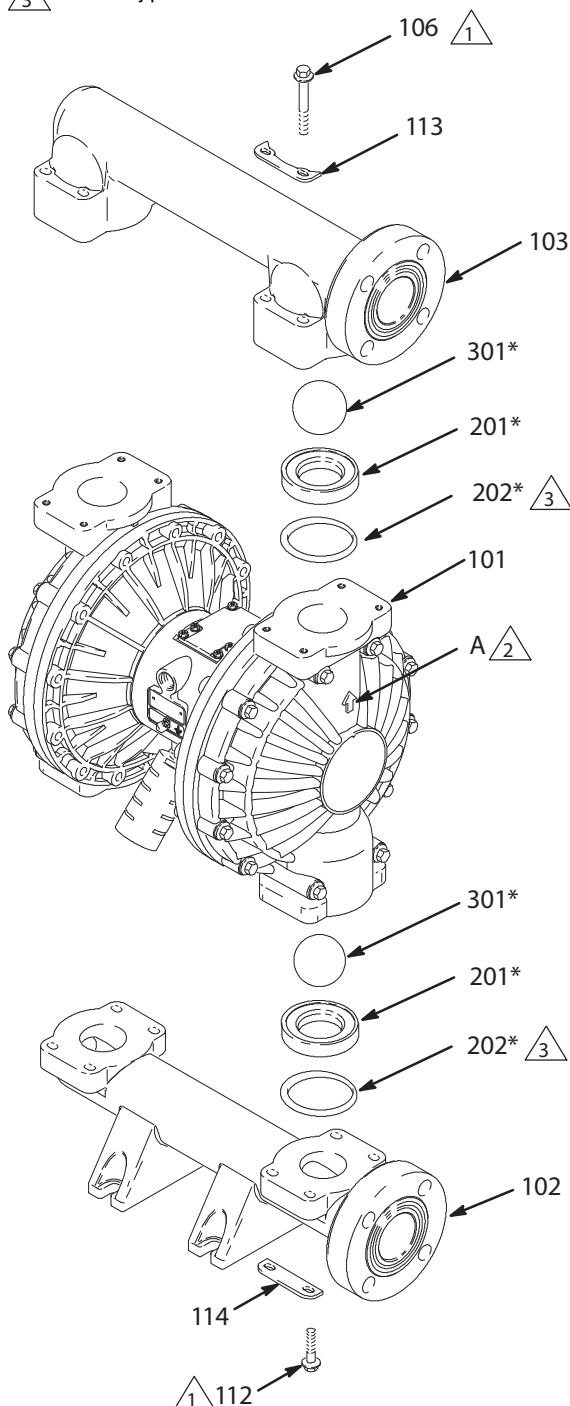

Fig. 11
3. Skruva med en 10 mm hylsnyckel bort de åtta bultarna (106) och fyra brickorna som håller fast utloppsfördelningsröret (103) på vätskelocken (101). Se **Fig. 11**.
4. Ta bort säten (201), kulor (301) o-ringar (202) från grenröret.
2. Sätt samman i omvänd ordning enligt anvisningarna i **Fig. 11**. Montera kulventilerna **exakt** så som visas i skissen. Pilarna (A) på vätskekåporna **måste** peka mot utloppsfördelningsröret (103).